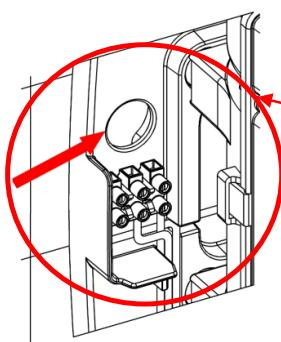

Рисунок 5.
- Пропустить питающие кабели электросети через отверстие диаметром 22 мм. (0,87"), которое расположено над колодкой подключения аппарата (Рисунок 5).
Некоторые модели сушилок 'Machflow' имеют внутреннее нагревательное устройство, которое можно включить с помощью выключателя (Рис. 5)"